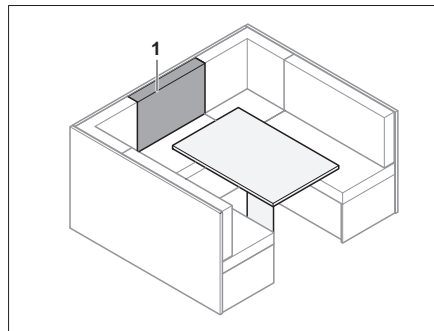

Fig. 132 Antes de la transformación
- Poner el cojín del respaldo (Fig. 132,1) delante del cojín adicional en la mesa.